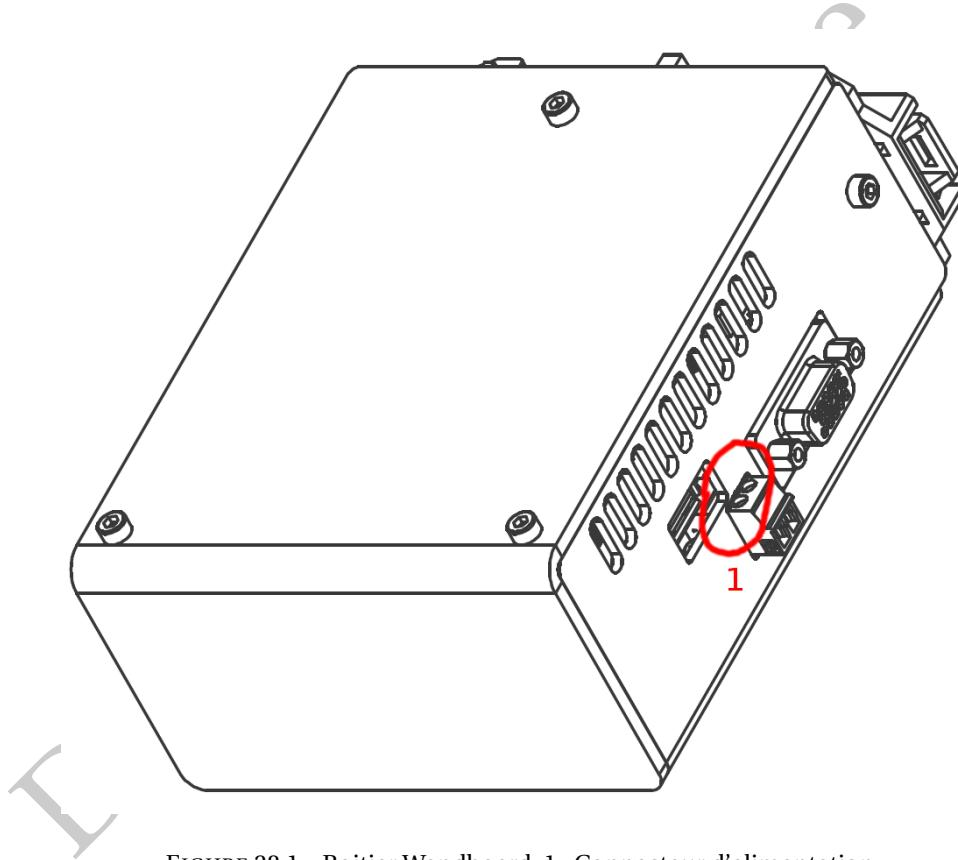

FIGURE 28.1 – Boitier Wandboard. 1 : Connecteur d'alimentation
- Pour chaque fiche d'alimentation des wandboard repérée en Fig. 28.1.